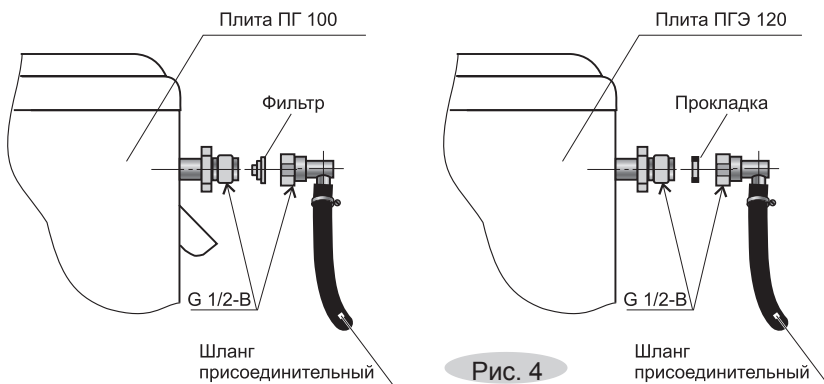

Рис. 4
**ВНИМАНИЕ!** ПРИ УСТАНОВКЕ И ПОДКЛЮЧЕНИИ ПЛИТЫ ПОСРЕДСТВОМ ГИБКОГО ПРИСОЕДИНИТЕЛЬНОГО ШЛАНГА (РИС.4) ДОЛЖНЫ БЫТЬ СОБЛЮДЕНЫ СЛЕДУЮЩИЕ ТРЕБОВАНИЯ: